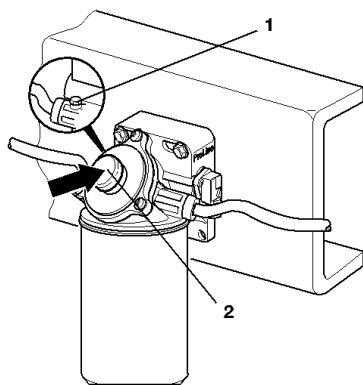

Рис. 42. Удаление воздуха:
6. Отвернуть резьбовую пробку вентиляционного отверстия 1 (рисунок 42).